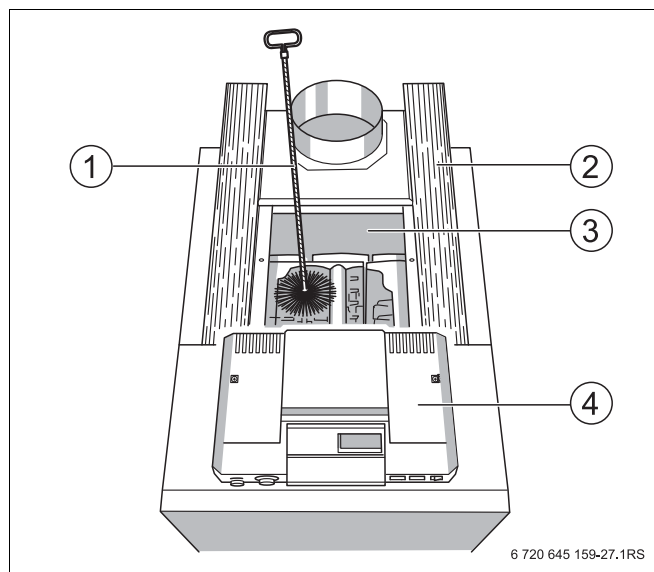

Рис. 40 Чистка газоотводящих каналов
- Откинуть в сторону теплоизоляцию (Рис. 40, поз. 2).
- Снять крышку для чистки коллектора дымовых газов (Рис. 40, поз. 3).
- Прочистить газоотводящие каналы щеткой для чистки (Рис. 40, поз. 1).
- Удалить крышку для чистки с коллектора дымовых газов (Рис. 40, поз. 3).